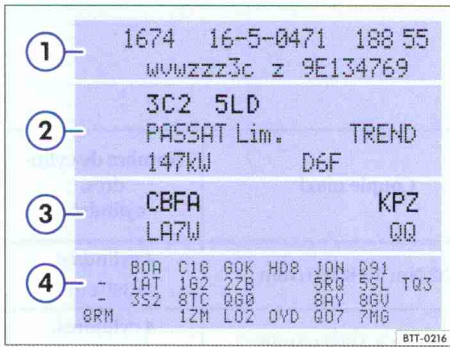

Fig. 12 Plaquette d'identification du véhicule (par ex. avec les lettres-repères moteur CBFA figurant sur la figure ③).
La plaquette d'identification du véhicule ⇒ fig. 12 est collée dans la zone du couvrage de roue de secours dans le coffre à bagages et comporte les données suivantes :
- ③ Lettres-repères de moteur et de boîte de vitesses, référence peinture, code de garnitures intérieures. Dans l'exemple, les lettres-repères de moteur sont « CBFA » ⇒ fig. 12.
- ④ Options, numéros PR